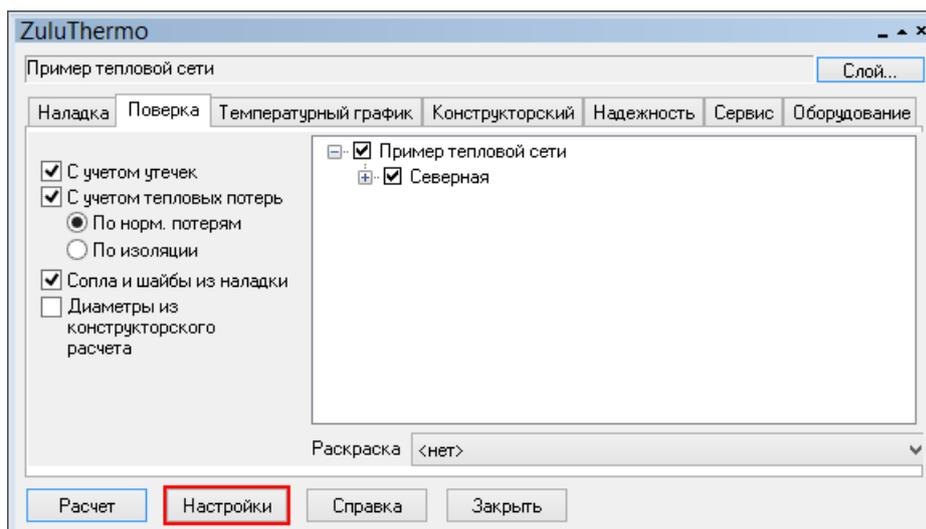

Рисунок 20.28. Панель теплогидравлических расчетов
1. Выбрать команду главного меню Задачи|ZuluThermo, либо нажать кнопку  панели инструментов. Откроется панель выполнения теплогидравлических расчетов (см.Рисунок 20.28, «Панель теплогидравлических расчетов»).